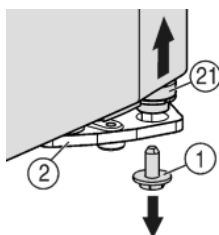
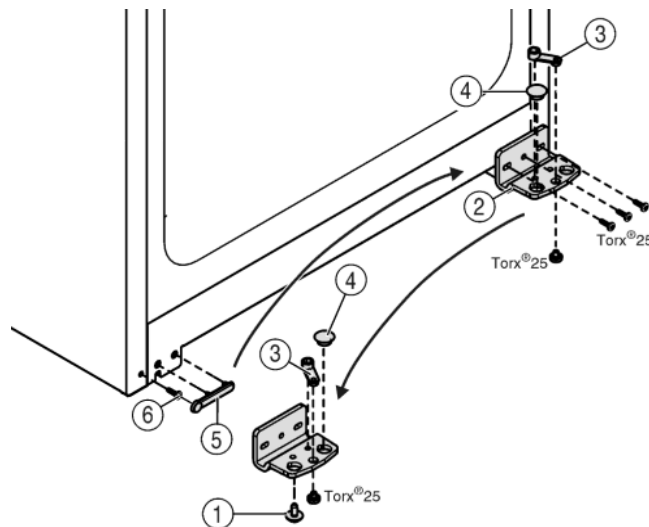

Fig. 4
Fig. 5
- Rechts onder aan de lagerbus de borgschroef Fig. 4 (1) uitdraaien.
- De lagerbout Fig. 4 (21) komt uit de lagerbus Fig. 5 (2) los.
- Indien de lagerbout Fig. 4 (21) niet kan worden losgedraaid, de bout van onderaf naar buiten drukken.
- Lagerbus Fig. 5 (2) losschroeven.
- Lagerdeel Fig. 5 (3) losschroeven en in het tegenoverliggende opnamegat van de lagerbus omzetten en weer vastschroeven.
- Stop Fig. 5 (4) uit de lagerbus verwijderen en in de tegenoverliggende opening van de lagerbus omzetten.
- Afdekking Fig. 5 (5) aan kant van de greep voorzichtig wegnemen.
- Schroef Fig. 5 (6) uitdraaien en aan de andere kant weer indraaien.
- Afdekking Fig. 5 (5) weer terugplaatsen.
- Lagerbus Fig. 5 (2) aan de nieuwe scharnierzijde evt. met behulp van een accuschroevendraaier weer **goed (met 4 Nm)** vastschroeven.
- Borgschroef Fig. 4 (1) onder in de lagerbout draaien en vastschroeven (met 4 Nm).